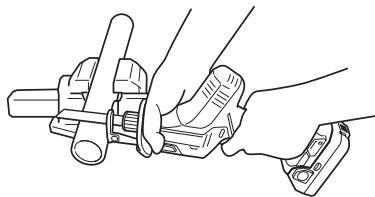

Fig. 22
- Fixer solidement la pièce avant de procéder. (Fig. 22)